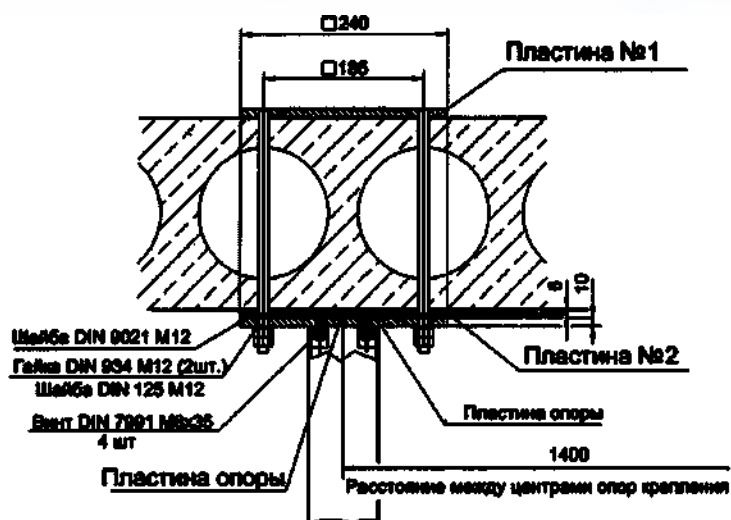

Рис. 4 Крепление опор крепления консоли к потолочному перекрытию
7.5. Для обеспечения горизонтальности корпуса консоли используются уравнивающие шайбы DIN 9021 M12 (см Рис. 4).